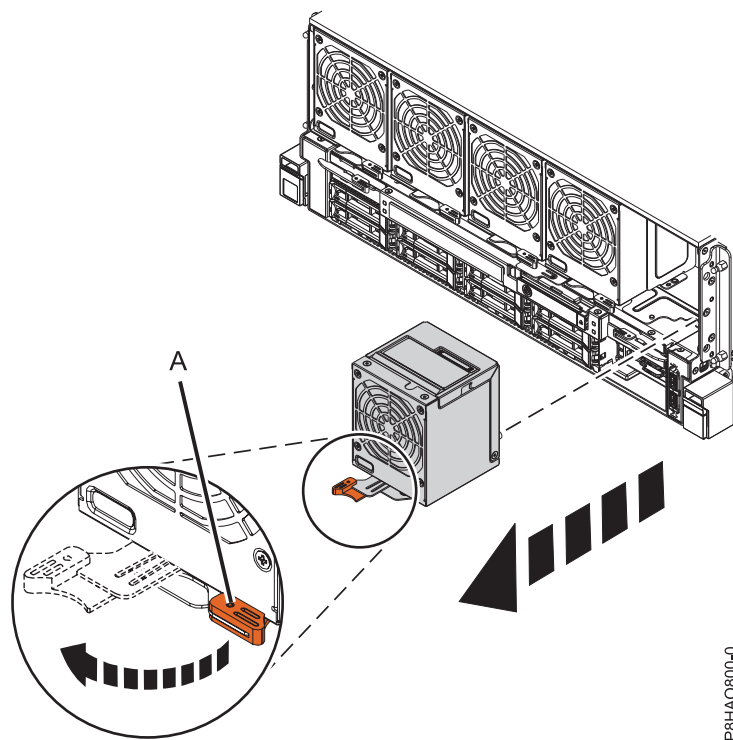

Figura 8. Extracción del ventilador frontal
1. Haga girar el asa del ventilador (A) en la dirección que se muestra en la Figura 8 en la página 9 para desbloquear el ventilador de su ranura.